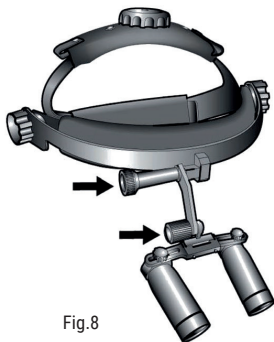

Fig.8
- Placez les loupes à peu près dans la bonne position devant vos yeux. Desserrez légèrement les deux boutons de réglage pour que les loupes puissent se déplacer facilement. Alignez verticalement chaque lunette. (Fig. 8).